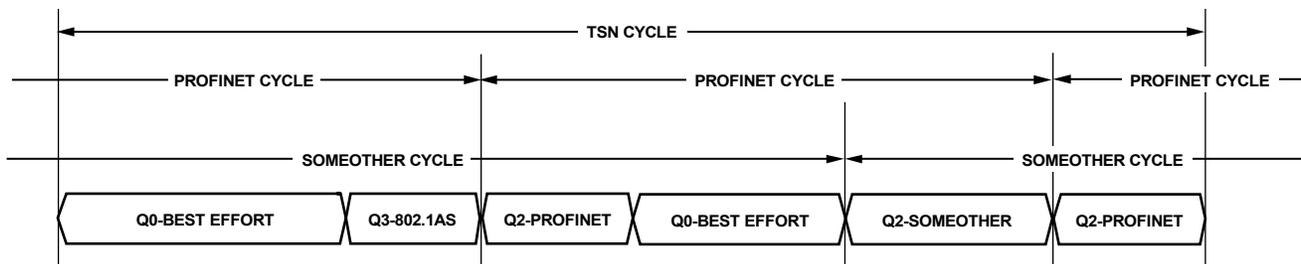

图 16. 一个支持不同周期时间的计划；PROFINET 的计划次数是其他流量的两倍
- 周期时间不同的流需要在一条线路上共存。解决此类问题的一种办法是使用较慢的TSN计划，并在TSN周期内为较快的流量多次开启闸门。示例参见图16。